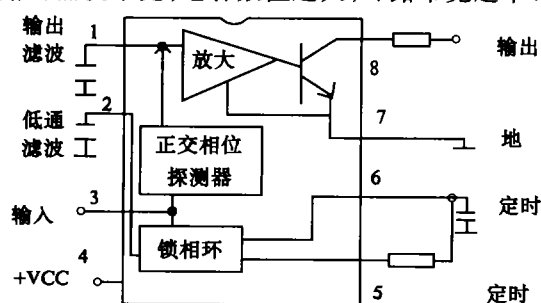

图 1
LM567 的名称是“锁相环音频译码器”,它的封装形式采用 8 脚双列直插式,其内部结构和管脚功能如图 1 所示。它的内部电路结构由正交相位探测器、锁相环、放大器等组成。在锁相环内部,含有电流控制振荡器、相位检测器、反馈滤波器。LM567 的工作电压范围是 4.75~9V,工作频率可达 500 KHz,静态工作电流仅 8 mA。第③脚是信号输入端,要求输入信号大于 25 mV。第⑧脚是逻辑输出端,从图中看出它是一个集电极开路的晶体管输出,允许最大灌电流为 100 mA。第⑤、⑥脚外接的电阻、电容决定了 IC 内部压控振荡器的中心频率, $f_0 \approx 1/1.1RC$ 。第①、②脚通常是分别对地接电容,形成输出滤波网络和环路低通滤波网络,其中第②脚所接电容决定锁相环路的捕捉带宽,电容数值越大,环路带宽越窄。